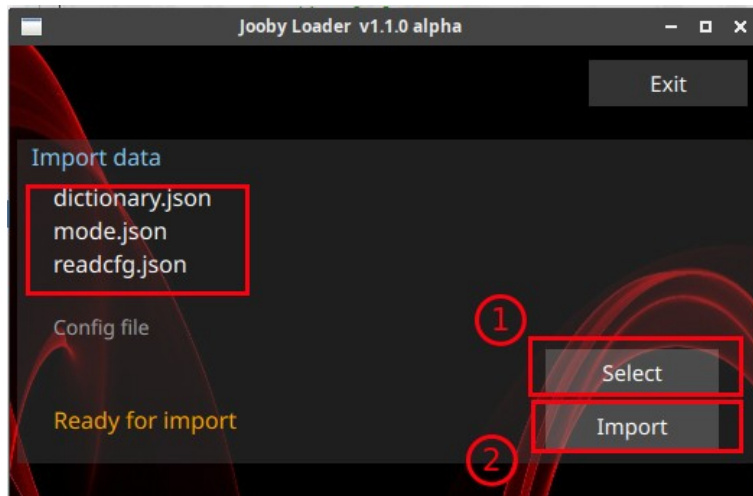

Рисунок 2
- ✓ открыть окно **выбора файлов** нажатием кнопки **Select** (рисунок 2 — действие 1) и выбрать файлы конфигурации: **mode.json, readcfg.json, dictionary.json**
- ✓ **загрузить** файлы конфигурации кнопкой **Import** (рисунок 2 — действие 2)